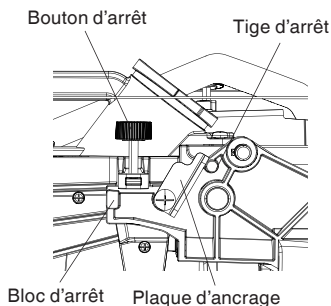

Fig. 19-a
- (1) Pour régler la course en largeur maximum de la tête de coupe, suivre les étapes ci-dessous : (Fig. 19-a)